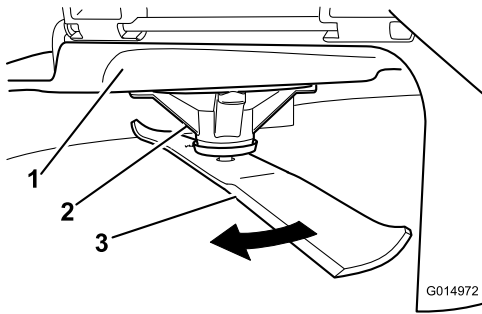

Figure 86
2. Enfilez des gants épais ou utilisez une autre protection adéquate pour les mains, et faites tourner la lame lentement jusqu'à une position permettant de mesurer la distance entre le tranchant et la surface plane sur laquelle se trouve la machine (Figure 86).